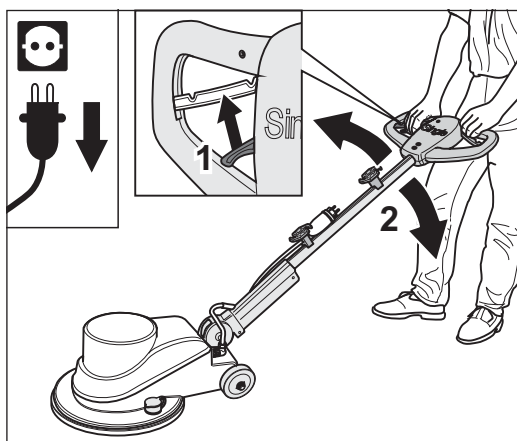

Abb. 9 Bei **ausgeschalteter** Maschine den Verstellhebel am Handgriff nach oben ziehen (1) und die günstigste Position des Griffs einstellen (2).
- 8 Damit Sie möglichst bequem mit der SINGLE arbeiten können, lässt sich der Stiel mit dem Griff in der Höhe verstellen. Ziehen Sie dazu den Verstellhebel am Handgriff nach oben (Abb. 9, 1). So wird die Verriegelung des Stiels gelöst und er lässt sich nach oben bzw. unten bewegen. Wählen Sie die für Sie günstigste Position des Griffs (Abb. 9, 2) und lassen Sie den Verstellhebel wieder los.